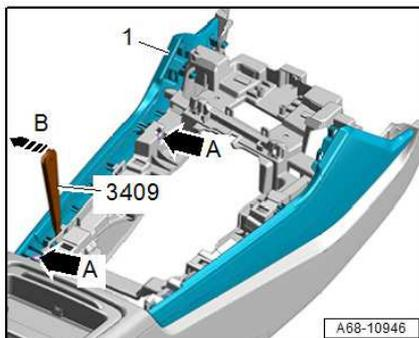

Bild 8
14. äußere Blenden seitlich abschrauben (Bild 8)